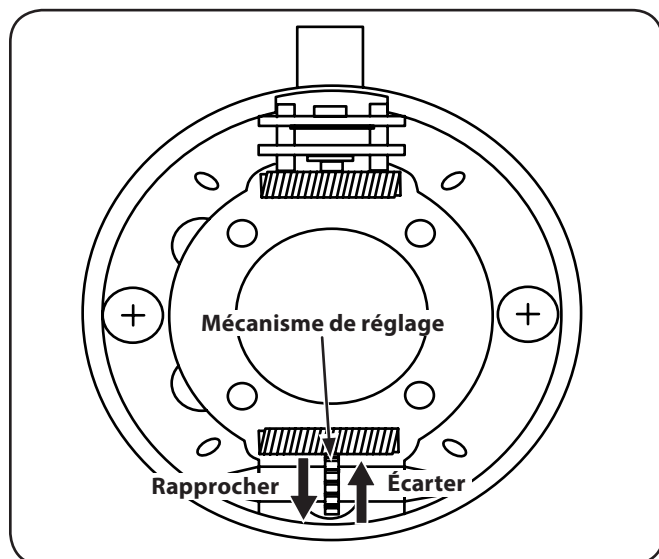

Figure 6-6
- À l'aide d'un outil de réglage de freins à tambour ou d'un tournevis standard, faites tourner le mécanisme de réglage vers le haut (vers l'essieu) pour ajuster les bandes. Ajustez les bandes jusqu'à ce qu'elles touchent légèrement les tambours de frein. Voir Figure 6-6.
- Pour ajuster les bandes de frein, faites tourner le mécanisme de réglage vers le bas (en direction opposée de l'essieu). Ajustez les bandes jusqu'à ce qu'elles touchent légèrement les tambours de frein. Voir Figure 6-6.